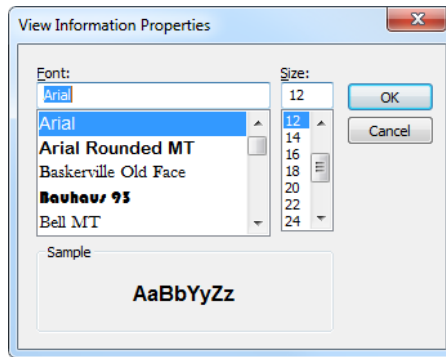

Abbildung 4-55 Dialogfeld View Information Properties
8. Wählen Sie im Dialogfeld **View Information Properties** (siehe Abbildung 4-55 auf Seite 298), die gewünschte **Font** (Schrift) und **Size** (Größe) für die Messwerte aus und klicken Sie dann auf **OK**.